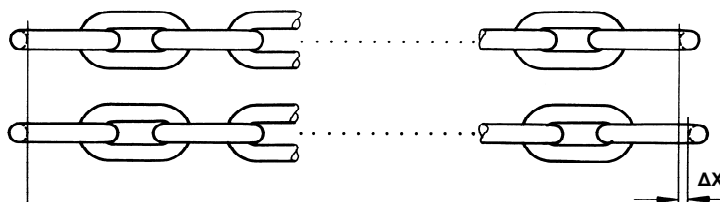

Bild 3
3.5 Längentoleranz DX gepaarter Kettenstränge (Bild 3)